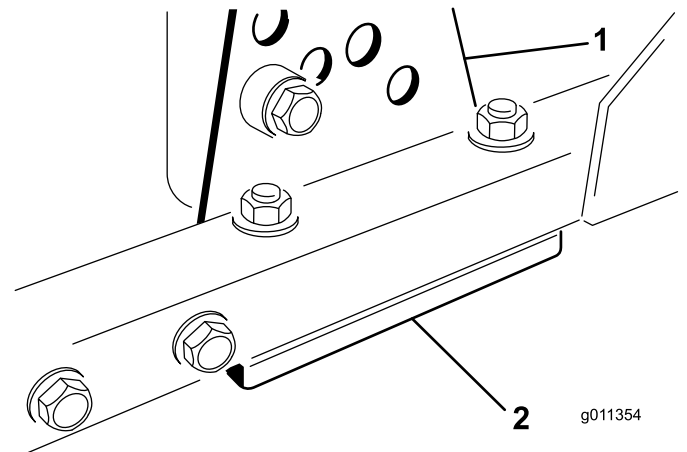

図 82
1. 刈り高ブラケット前、左、右のうち1つをカッティングユニットのフレームから外す図 82。
2. カッティングユニットのフレームとブラケットとの間に厚さ 1.5 mm または 0.7 mm のシム、場合によってはこれらの両方を挿入して、希望する刈高を達成する図 82。